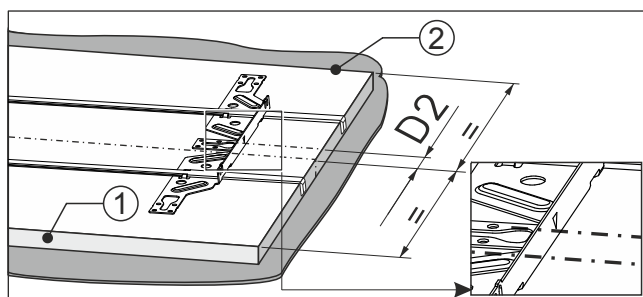

Fig. 92
- Markeringen på fästbalken ligger på markeringen. Fig. 92 (D2)